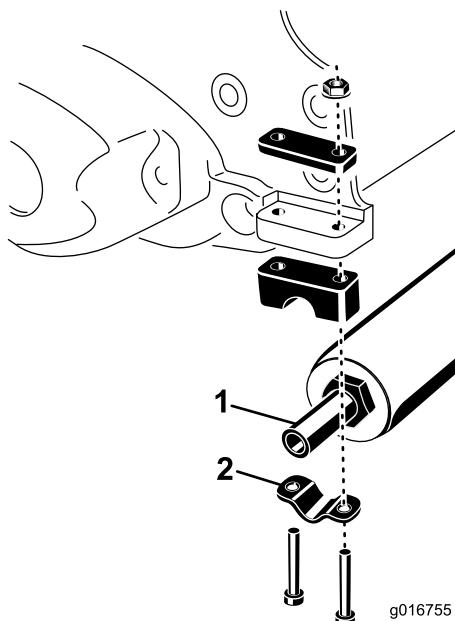

Figura 1
- Retire los 2 tornillos de caperuza y las tuercas que sujetan las abrazaderas del rodillo a cada extremo de la unidad de corte (Figura 1). Retire el rodillo.